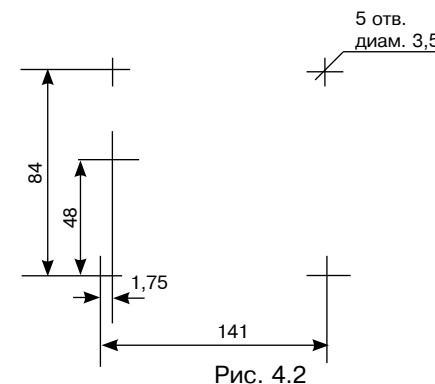

Рис. 4.2
- произведите разметку согласно чертежу, приведенному на рис. 4.2;